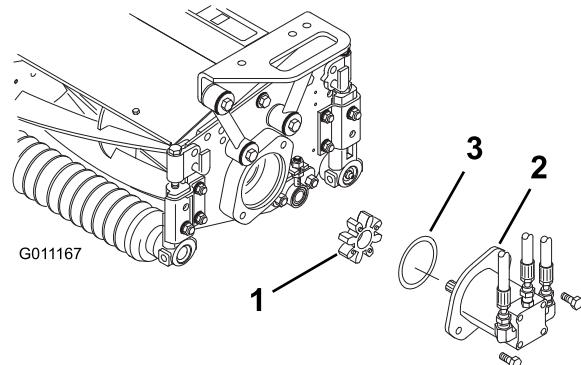

Bild 21
4. Ermitteln Sie die Position der Drehkreuzkupplung (Bild 21), die im Lagergehäuse geliefert wurde.